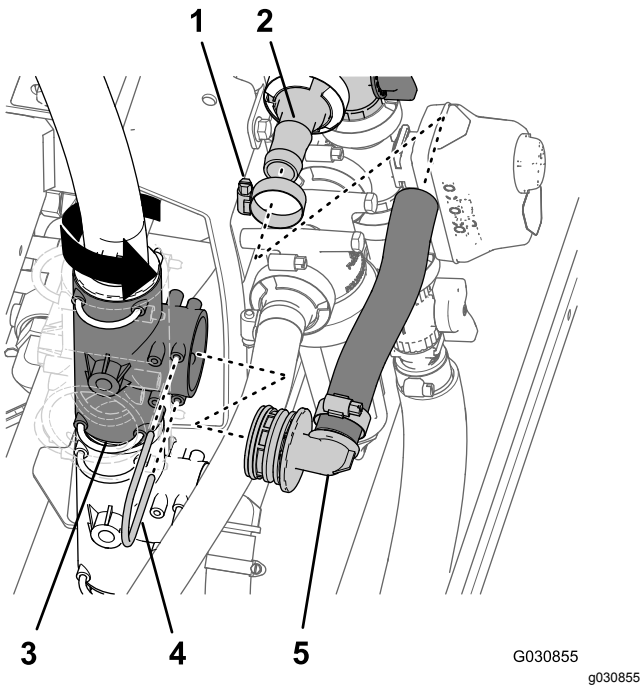

Bild 105
4. Drehen Sie das obere T-Anschlussstück an der linken Seite der Verteilerhalterung um 90° nach links, wie in Bild 105 abgebildet.
5. Montieren Sie den Rührwerküberlaufschlauch (1" x 10") am geraden gezahnten Anschlussstück des Rührwerk-Sicherheitsventils (Bild 105).
6. Befestigen Sie den Mittelpunkt des gezahnten 90°-Anschlussstücks am Ende des Rührwerküberlaufschlauchs (1" x 10") mit dem Halter, den Sie in Schritt 4 in Entfernen des Rührwerkventils, Kugelventils und der Schläuche \(Seite 34\) entfernt haben, am oberen T-Anschlussstück an der linken Seite der Verteilerhalterung (Bild 105).